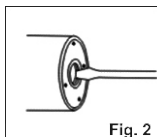

Fig. 2
- Remueva el tornillo de cebado, que se encuentra en la parte trasera del equipo (Fig.2).